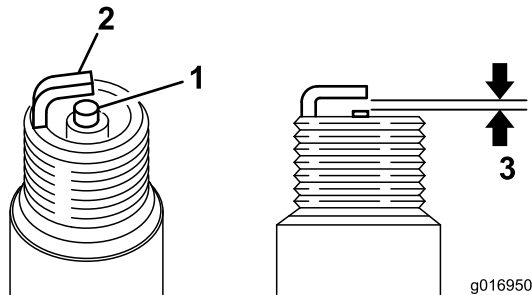

図 35
3. エアギャップを 0.60.7mm に調整する 図 35。